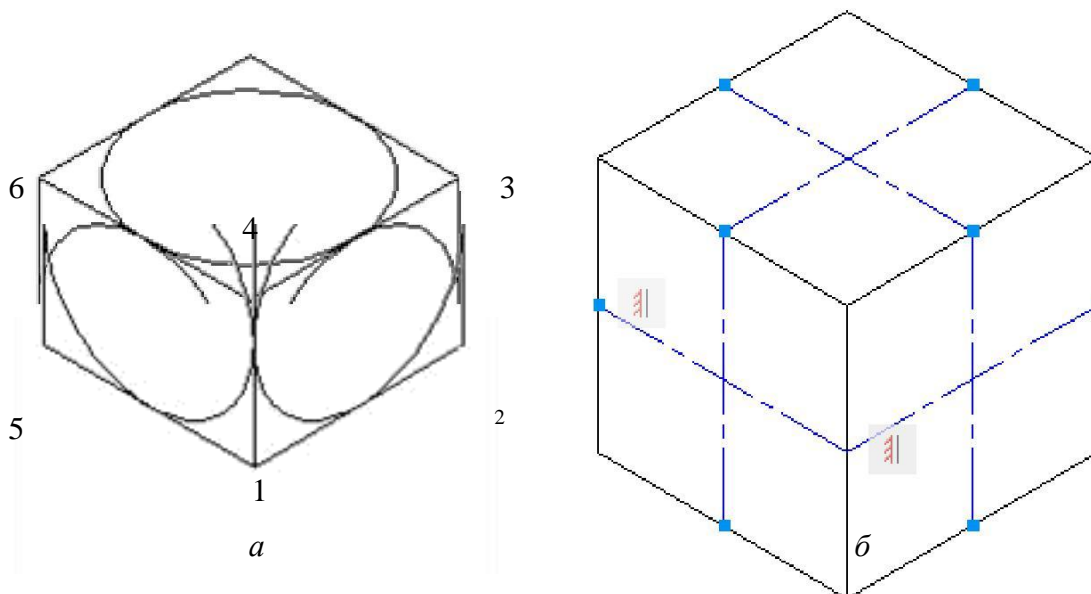

Рис. 1.26. Пример вычерчивания объекта в изометрии
- В результате получится отрезок, определяемый точками 1 и 2 (рис. 1.26, *a*);
- с помощью команды **Отрезок (Line)** начертить осевые линии грани куба (рис. 1.26, *б*).